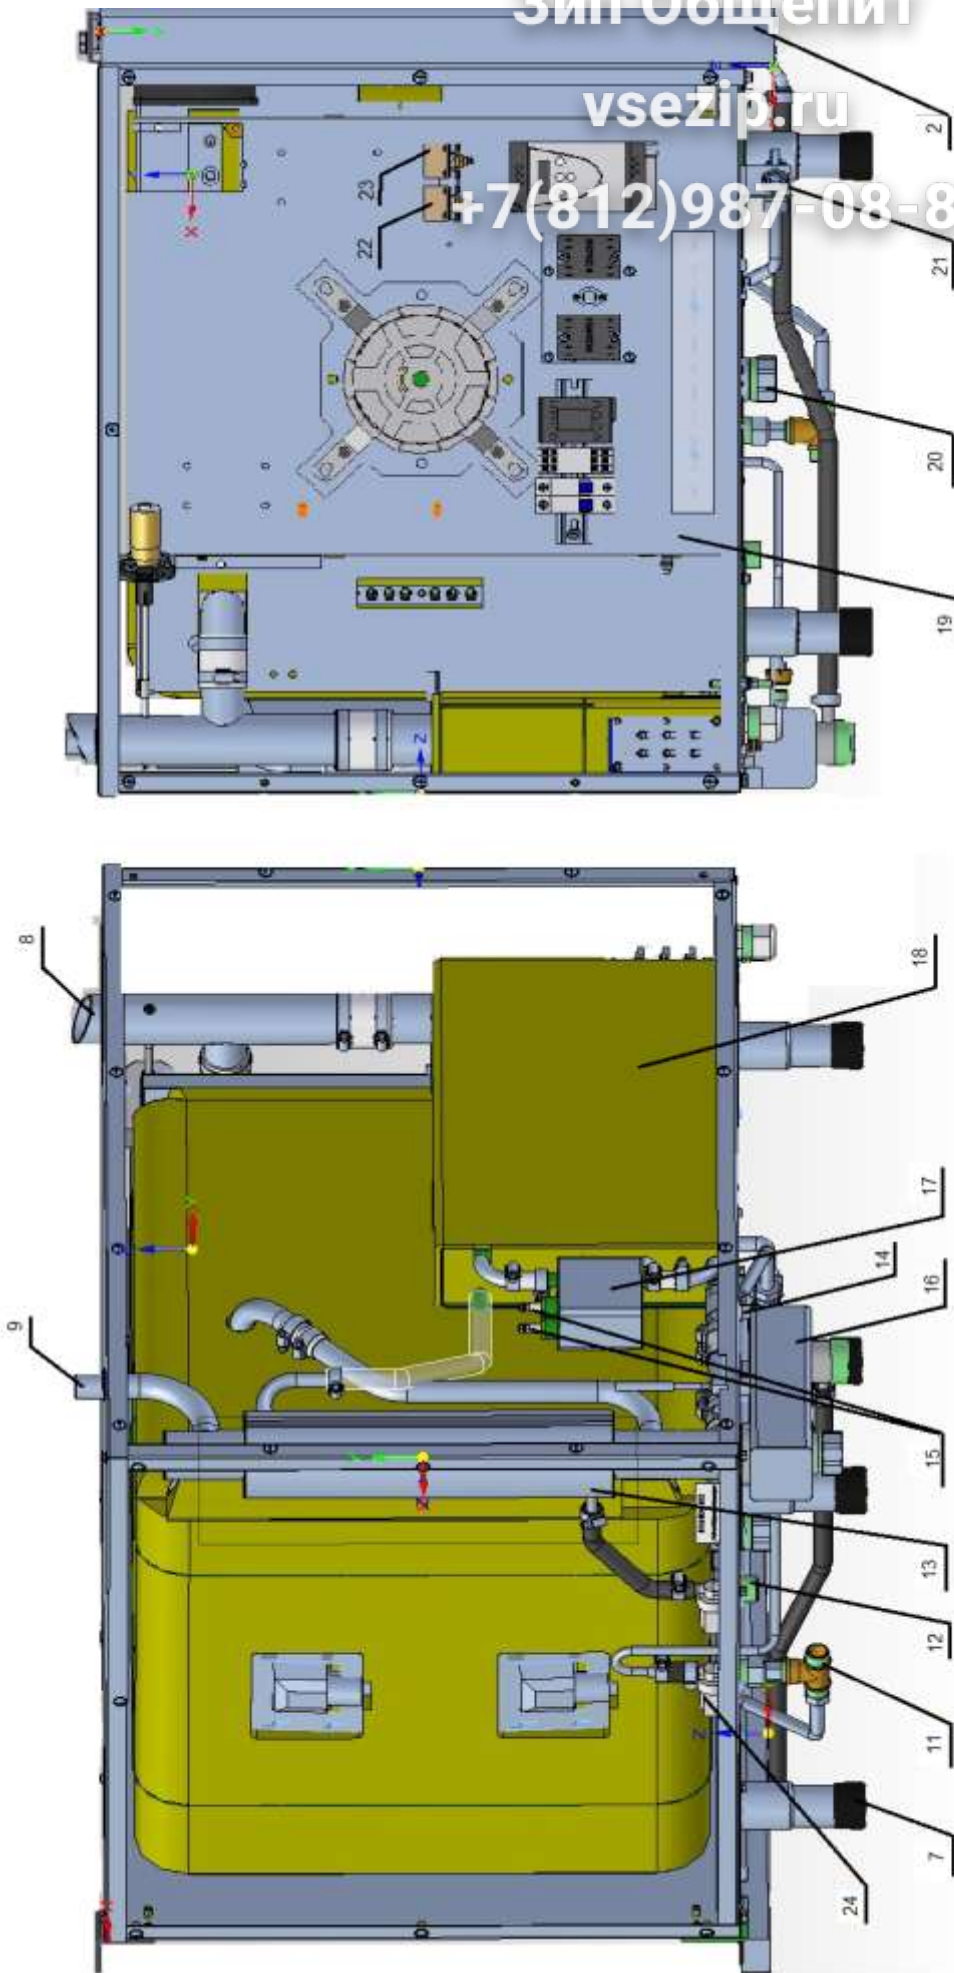

Рисунок 2. Система водоснабжения и водоотведения.
- рабочий элемент датчика термовыключателя (плюс) 320⁰С (рис. 2 поз. 23). Термовыключатель при достижении температуры в духовке (плюс) 320⁰С обесточивает цепи управления и выдает сигнал ошибки на контроллер. Контроллер выводит на индикатор условный код ошибки (см. п. 7) и включает звуковую сигнализацию.;
Электрооборудование установлено за левой стенкой (рис.2 поз. 19).
Система водоснабжения и водоотведения пароконвектомата приведена на рис. 2.
- 3/4" рис. 2 поз. 12 – подвод воды к парогенератору
- 1/2" рис. 2 поз. 11 – подвод воды к душевому устройству и к системе охлаждения коллектора.
Парогенератор рис. 2 поз. 18 вырабатывает и обеспечивает подачу пара на заданных режимах работы в духовку.
Для контроля уровня воды в парогенераторе предусмотрен бачок рис. 2 поз. 17, в котором установлены два электрода рис. 2 поз. 15. Контроллер выдает электрический сигнал на электроды и по сигналам полученным от электродов выдает сигнал на включение или выключение электромагнитного клапана рис. 2 поз. 12 (заполнения бойлера): при снижении уровня воды в парогенераторе ниже длинного электрода контроллер выдает сигнал на включение электромагнитного клапана, а при достижении уровнем воды верхнего электрода контроллер выдает сигнал на отключение электромагнитного клапана. Для предотвращения аварийной ситуации, при отказе системы контроля уровня воды, в парогенераторе установлен термовыключатель рис. 2 поз. 22. Термовыключатель при достижении температуры (плюс) 160⁰С обесточивает систему управления и выдает сигнал ошибки на контроллер. Контроллер выводит на индикатор условный код ошибки и включает звуковую сигнализацию (см. п. 7).
Для слива воды из парогенератора предусмотрен кран рис. 2 поз. 14.
Пар, пройдя через духовку, поступает в водосборный коллектор рис. 2 поз. 13, где охлаждается и сливается в канализацию (соединение с канализацией - рис. 2 поз. 16). Температуру сливаемой воды в канализацию отслеживает датчик, который расположен в водосборном коллекторе. По сигналу полученного от датчика водосборного коллектора контроллер выдает сигнал управления на электромагнитный клапан рис. 2 поз. 24.
Пароконвектомат укомплектован душевым устройством, которое крепится на левой боковой стенке и предназначено для ополаскивания духовки. Для перекрытия подачи воды в душевое устройство предусмотрен кран рис. 2 поз. 21.
Для очистки трассы слива воды с духовки служит пробка рис. 2 поз. 20.
- после окончания смены сливать воду из парогенератора (установить кран, см. рис. 2 поз.14 в положение «открыто»).
- подключить пароконвектомат к системе водоснабжения. Пароконвектомат подключать к системе водоснабжения только через фильтр, который снижает жесткость воды. Рекомендуется установить фильтр BRITA PURITY C150 Quell ST. Подключение пароконвектомата к системе водоснабжения осуществляется через штуцер с резьбой G1/2" (см. рис. 2 поз. 11 (наружная резьба)) и G3/4 (см. рис. 2 поз. 12 (наружная резьба)). Штуцер G1/2" допускается подключать к неподготовленной воде (не через фильтр) – для повышения срока службы фильтра.
Убедитесь, что кран парогенератора установлен в положение «закрыто» (рис. 2 поз. 14).